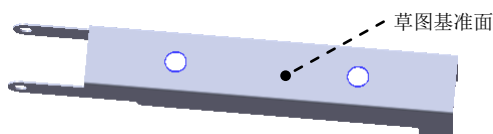

图 12.5.12 切除一拉伸 2
Step7. 创建图 12.5.12 所示的切除一拉伸 2。
- (1) 选择命令。选择下拉菜单 **插入(I)** → **切除(C)** → **拉伸(E)...** 命令。
- (2) 定义特征的横断面草图。
- ① 定义草图基准面。选取图 12.5.12 所示的表面作为草图基准面。